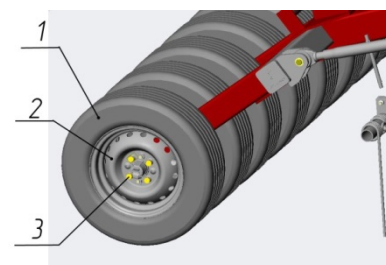

Рисунок 3. Задні опорні колеса:
- в шинах задніх транспортних коліс культиваторної частини (рисунок 3) – $0,2 \pm 0,01$ МПа.
Перевірити затяжку кріпильних деталей 3 (див. рисунок 3) кріплення задніх опорних коліс культиваторної частини. Крутний момент затяжки повинен бути в межах 85-125 Н•м.